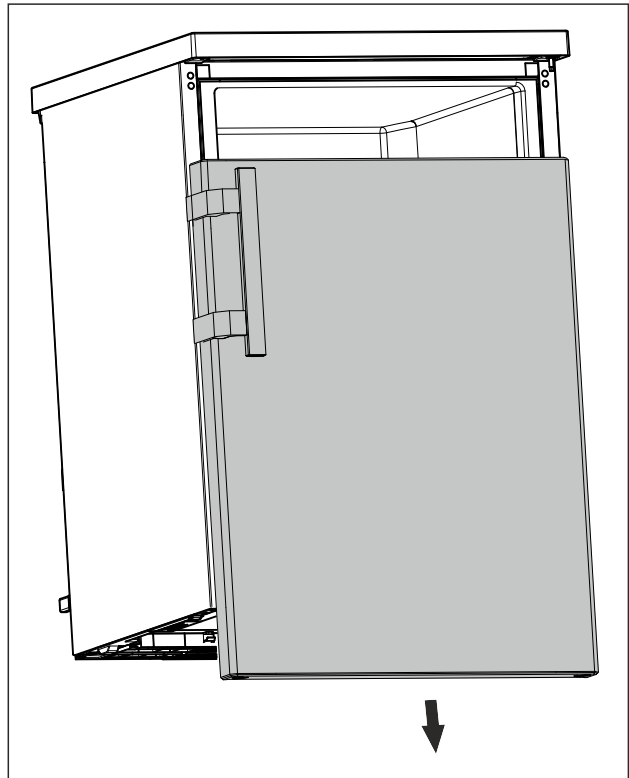

Fig. 17
- Ota ovi alaspäin pois. (katso Fig. 17)